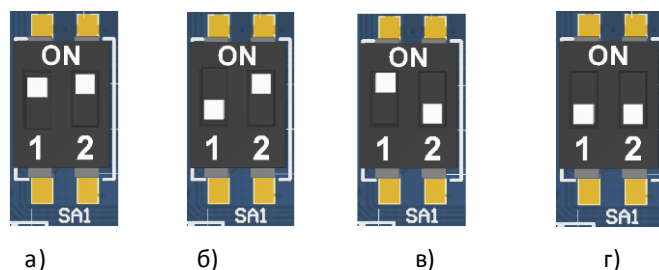

Рисунок 26. Переключатель SA1:
4. Установить тумблер 1 переключателя **SA1** блока управления в положение **BOOT (ON)** (смотрите рисунок 26 пункт б).
- Переставить тумблер **2** переключателя **SA1** в положение **ON** (смотрите рисунок 26 пункт в), включить ККТ. При этом будет воспроизведен характерный звуковой сигнал (короткая мелодия). Перейти к пункту 7.
6. Переставить тумблер **1** переключателя **SA1** в положение **BOOT** (смотрите рисунок 26).